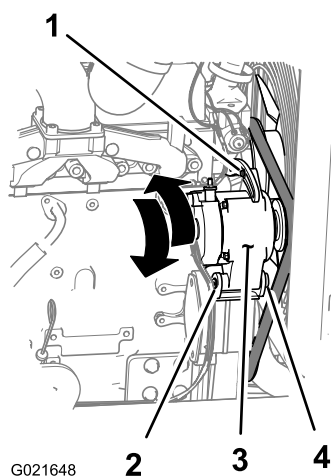

Figure 86
1. Desserrez l'écrou et le boulon au point de pivot de l'alternateur (Figure 86).
2. Desserrez le boulon de réglage de l'alternateur (Figure 86).
3. Écartez l'alternateur du moteur pour augmenter la tension de la courroie ; rapprochez l'alternateur du moteur pour réduire la tension de la courroie (Figure 86).
4. Resserrez le boulon de réglage de la courroie (Figure 86).
6. Si la tension de la courroie est correcte, serrez l'écrou et le boulon au point de pivot de l'alternateur (Figure 86) ; sinon, répétez les étapes 2 à 5.
2. Desserrez l'écrou et le boulon au point de pivot de l'alternateur (Figure 86).
3. Desserrez le boulon de réglage de l'alternateur (Figure 86).
4. Rapprochez l'alternateur du moteur pour détendre la courroie suffisamment pour pouvoir la sortir de la poulie de l'alternateur (Figure 86).